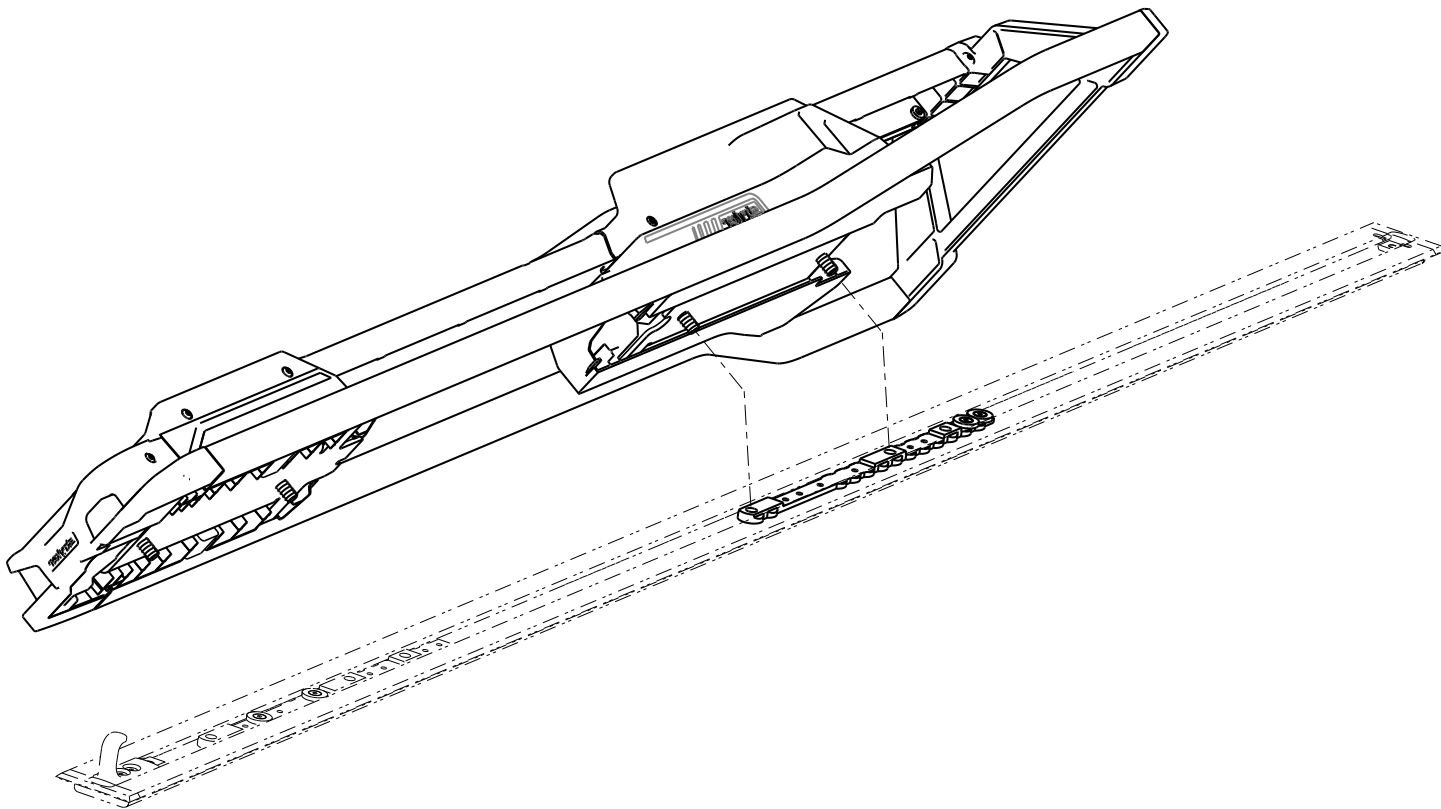

Figura 5 – Alinierea Performance-LOAD
1. Amplasați cu grijă **Performance-LOAD** peste ansamblul plăcii de podea. Aliniați cele două șuruburi de la capătul pentru cap cu cele două orificii din crampon, așa cum se arată în Figura 5.